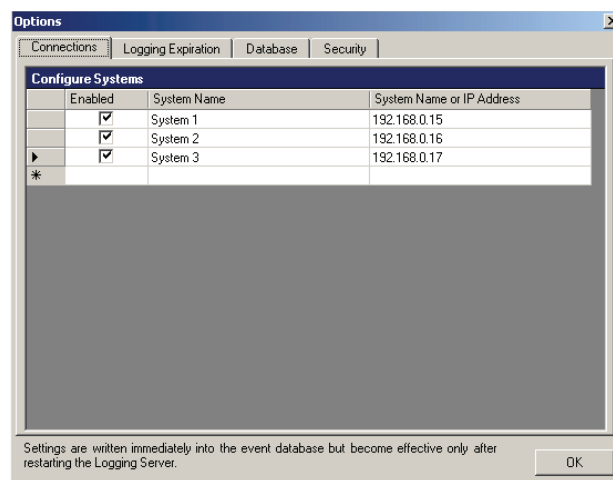

Abb. 56.5: Options Fenster
- 2 Klicken Sie auf *File > Options*. Es erscheint ein Bildschirm, der dem in Abb. 56.5 ähnelt.